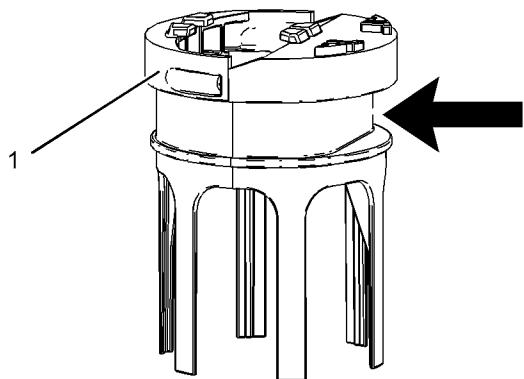

図 77
6. 図77のように、バンドクランプがフィルタベースの平らな部分と揃っていることを確認します。バンドクランプを $4.5 \pm 0.7 \text{ N}\cdot\text{m}$ ($40 \pm 6 \text{ lb in}$)のトルクで締め付けます(1)。また、締付け時にフィルタがよれてコブができるよう注意します。